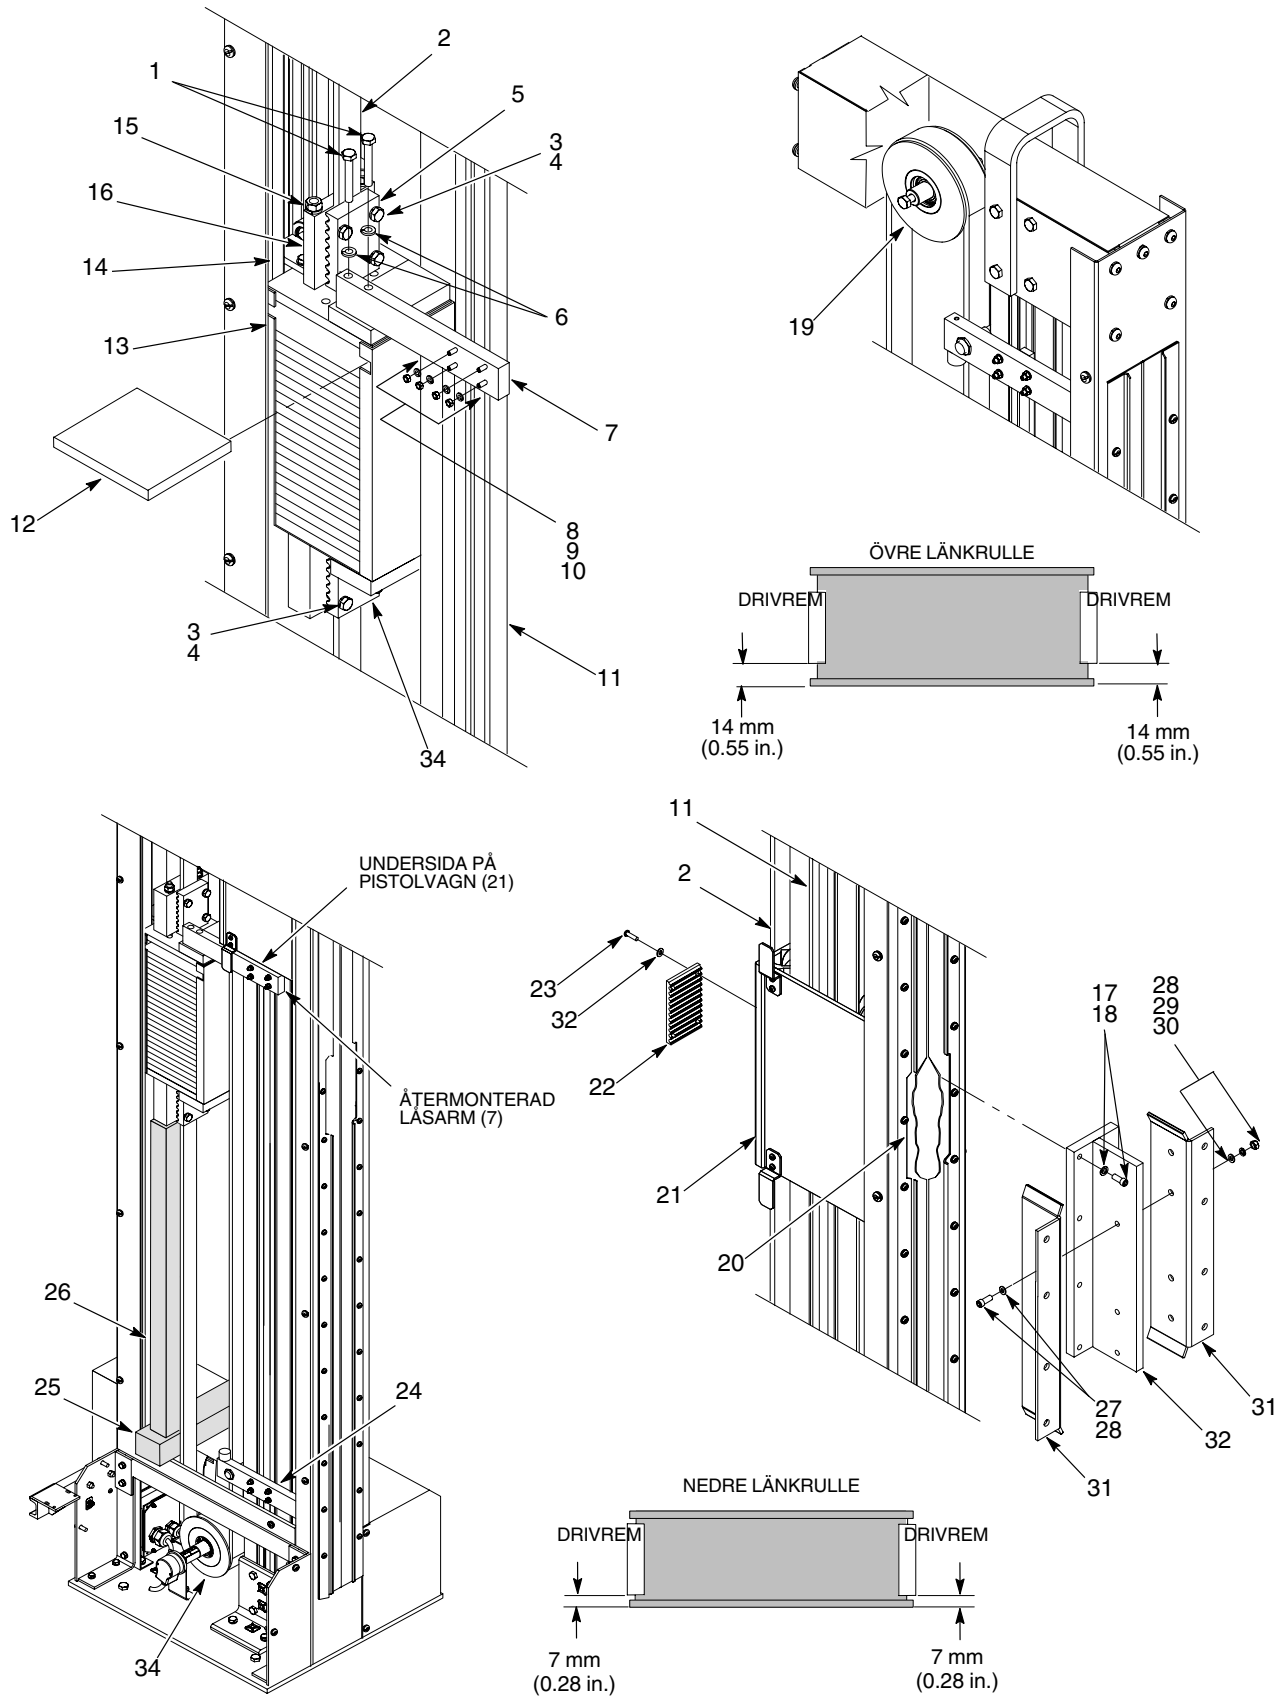

Bild 18 Montage av pistolvagnsfäste
1. Se bild 18. Montage av drivrem: